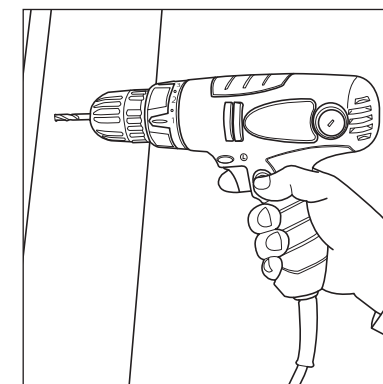

図4
- スイッチを少し引いて低速回転でゆっくり穴あけを開始してから高速回転にしてください。金属の穴あけをするときは、センターポンチで刻印をつけてから穴あけをしますと、決めた位置に正確に穴あけができます。(図4参照)